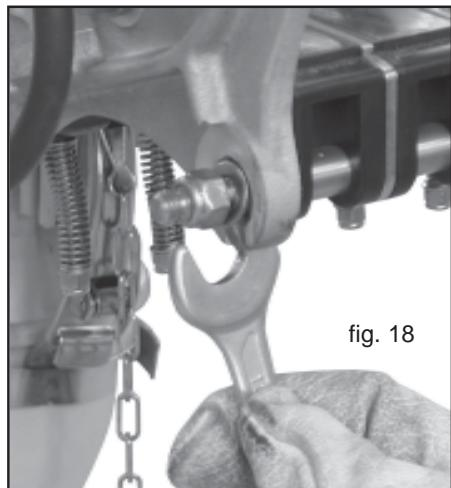

fig. 18
- 2) Indepartati saibele (Fig. 18).